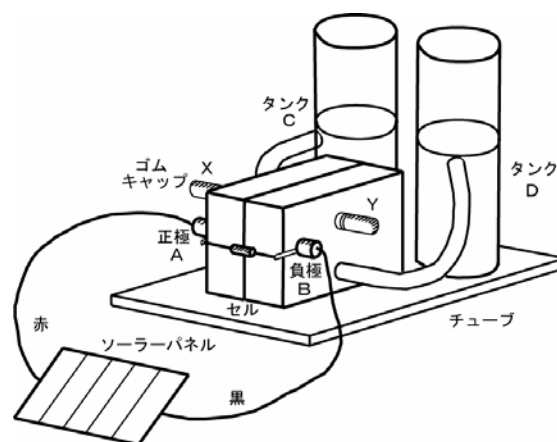

図 7. 燃料電池実験器
3. 図7のタンクCとDには、それぞれ何の気体がたまるのか。
- (7) 水の電気分解の電圧は理論的には1.23 Vであるが、実際にはそれ以上の電圧をかける必要がある。
- (8) セル面積は4 cm2. 電気分解器としての出力1W, 許容電圧 (直流) 0~2 V, 許容電流2 A. 燃料電池としての出力0.5 W, 電圧域0.3~0.9 V. (理論的には1.23 Vであるが、ロスがあるため低くなる).
- (9) チューブの先端の突起部分を注入口の切り込みに合わせ、少し押しながら右に90度回す。
- (10) 太陽光による水の電気分解も可能だが、水素発生速度が遅いので、ここでは乾電池 (単三2本) を使用する。水素ステーションは連続して20分以上使うと故障するので、必ず電源を切ること。また、水素は引火性の気体なので火気厳禁。
- (11) この自動車模型は直進しかできないので、進行方向に障害物がある場合には指で方向転換させる。走行時間は20秒程度である。(長くても1分)。
- (12) H-racer は2003年にシンガポールに設立された国際的企業ホライゾン(Horizon)社が開発したものの。